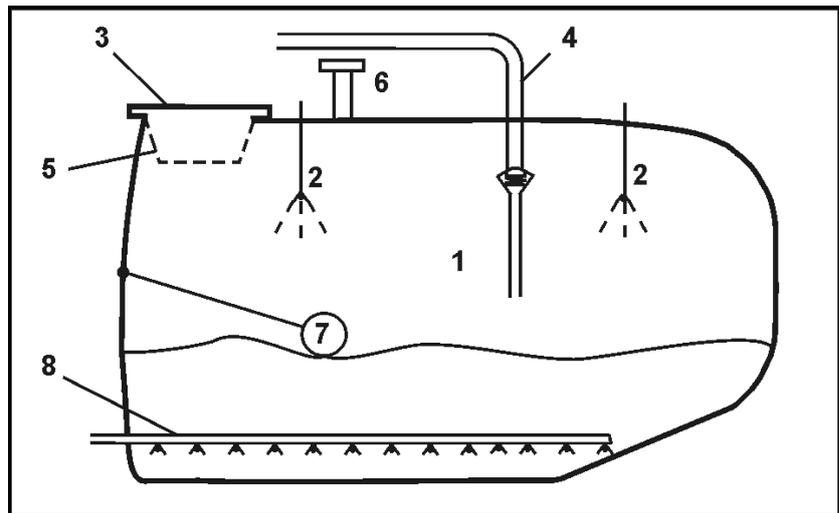

Fig. 52
- Béquille relevée pendant l'utilisation ou le transport (Fig. 52).
1. Desserrez la goupille d'arrêt (Fig. 52/2).
2. Sortez l'axe (Fig. 52/3).
3. Relevez / abaissez la béquille en utilisant la poignée (Fig. 52/4).
5. Continuez à relever / abaisser la béquille en utilisant la manivelle (Fig. 52/5).